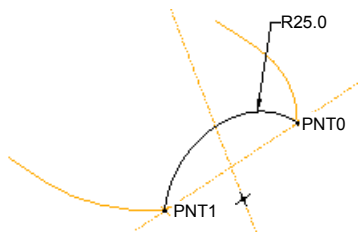
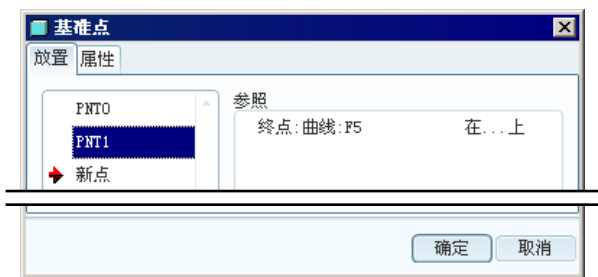

图 6.2.19 截面草图
图 6.2.20 “基准点”对话框
(2) 单击“草绘基准曲线”命令按钮。设置 DTM1 基准平面为草绘平面，TOP 基准平面为参照平面，方向为 **右**；接受系统给出的默认参照；特征的截面草图如图 6.2.19 所示。
注意：草绘时，为了绘制方便，将草绘平面旋转、调整到图 6.2.19 所示的空间状态。另外要将基准曲线 3 的顶点与基准曲线 1、2 的顶点对齐，为了确保对齐，应该创建基准点 PNT1 和 PNT0，它们分别过基准曲线 1、2 的顶点，如图 6.2.20 所示。然后选取这两个基准点作为草绘参照，创建这两个基准点的操作提示如下。